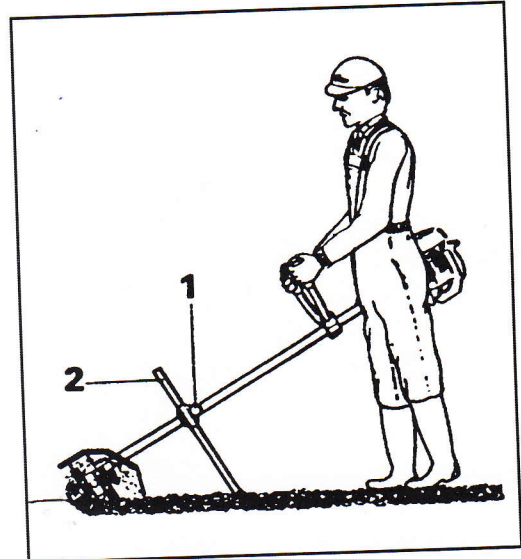

Fig. 4
ВНИМАНИЕ! - Указания по эксплуатации, регулировк и тхобслуживанию двигателя см. в **руководств по эксплуатации и тхобслуживаниюВашей мотокосы.** Почвоуглубитель (2, Рис.4) необходим для ргулировкиподачи и глубины вспашки. Правильная установка почвоуглубителя обспчивает полный контроль над машиной бз приложниия физических усилий
ЭКСПЛУАТАЦИЯ (Рис.4): подгонит рмнь к своему тлу (СМ. руководство по эксплуатации и тхобслуживанию мотокосы).Отргулируют высоту установки почвоуглубителя (2) с помощью ручки (1). Двигайтсь впрд маленькими шагами и прмщайт культиватор впрд-назад.
UWAGA! - Sposób użycia, regulacja oraz konserwacja są opisane w instrukcji obsługi i konserwacji kosi spalinowej. Nóż (2, Rys. 4) jest konieczny do sterowania pracą kultywatora oraz kontrolowania głębokości pracy. Dobra regulacja noża pozwala na całkowitą kontrolę urządzenia bez wysiłku.
UŻYCIĘ (Rys. 4): Dopasować pasy nośne do ciała (patrz instrukcja obsługi i konserwacji kosi spalinowej). Wyregulować wysokość noża (2) przy pomocy pokrętki (1). Posuwać się do przodu drobnymi krokami i przesuwając kultywator do przodu i do tyłu.